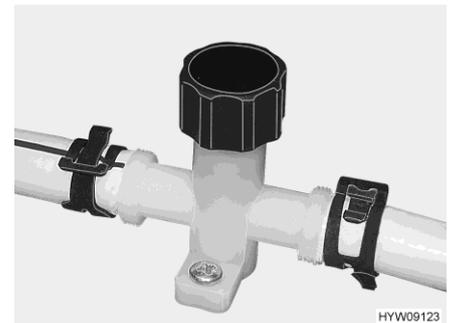

Fig. 139 Rubinetto di scarico (tubatura dell'acqua)
- Chiudere i rubinetti di scarico (Fig. 139). A tal fine, ruotare il coperchio in senso orario. L'ubicazione delle valvole di sicurezza/di scarico e dei rubinetti di scarico è riportata al paragrafo 10.7 alla fine di questo capitolo.